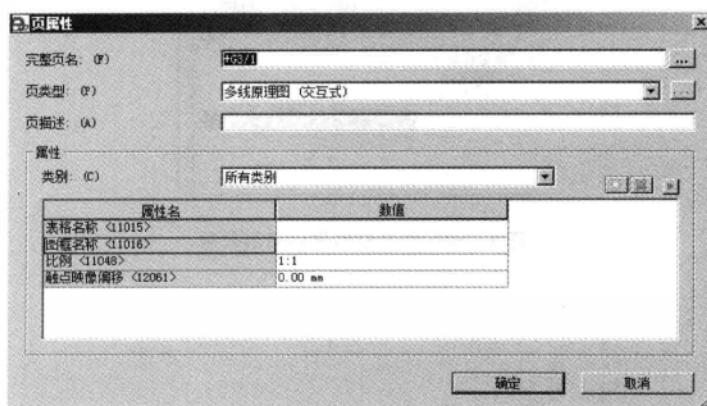

图 1-50 “页属性”对话框
② 在“页属性”对话框中,单击“完整页名”右侧的“...”按钮,如图 1-50 所示。